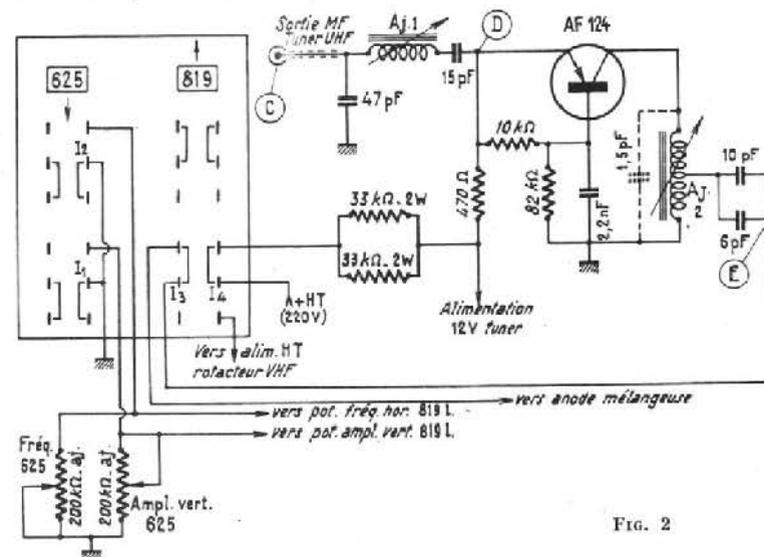

FIG. 2
1. Le problème consiste en injectant sur le point de mesure A du tuner U.H.F., une tension F.I. wobulée, à travers un condensateur de faible valeur (environ 0,5 pF), à observer la courbe sur le point E de la figure 2 et ce après détection.